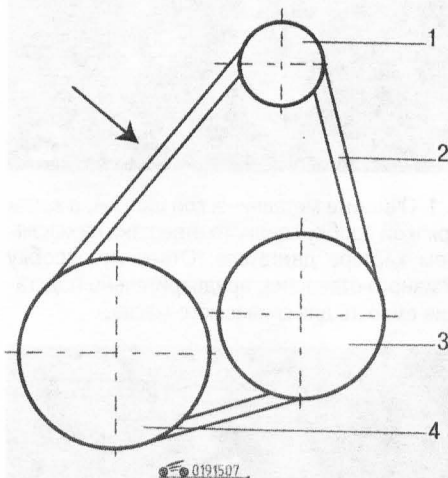

Рис. 4.6. Проверка натяжения ремня привода генератора: 1 – шкив генератора; 2 – ремень; 3 – шкив водяного насоса; 4 – шкив коленчатого вала
Натяжение характеризуется значением прогиба ремня. Места проверки натяжения показаны на рис. 4.6–4.9.
5. Установите ремень в порядке, обратном снятию. Проверьте правильность натяжения ремня (место проверки см. на рис. 4.6–4.9). Прогиб нового ремня должен составлять 2 мм, бывшего в употреблении – 5 мм.